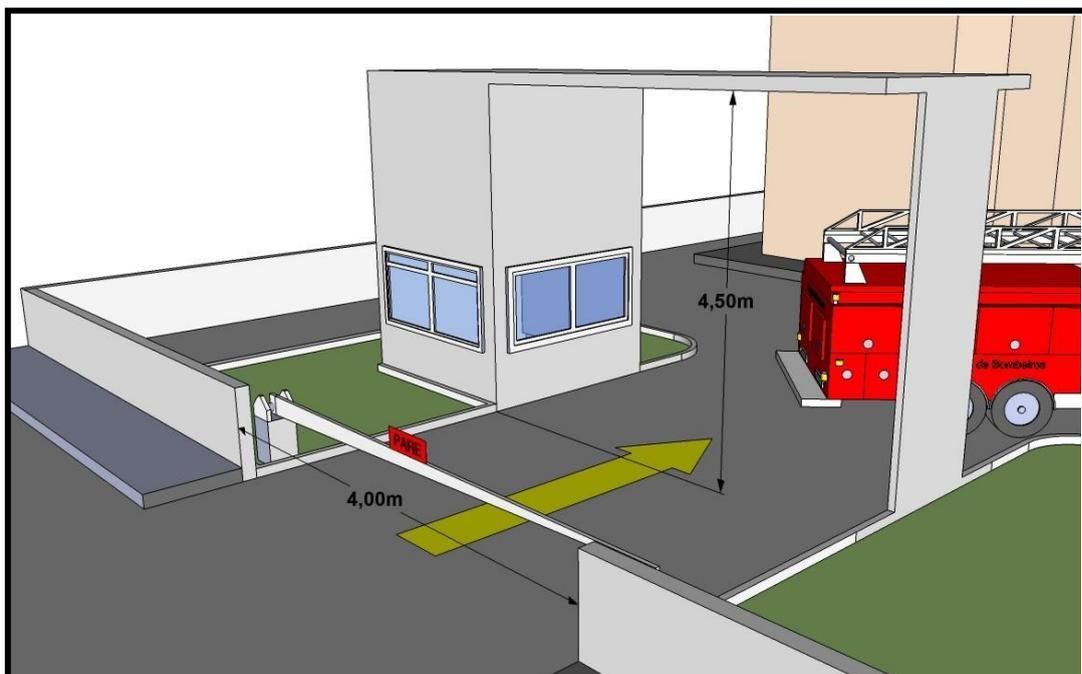

Figura 2 -Largura e altura mínimas do portão de acesso à edificação.
5.1.1.4 O **portão de acesso** (quando houver) deve ter as seguintes dimensões mínimas (ver Figura 2):